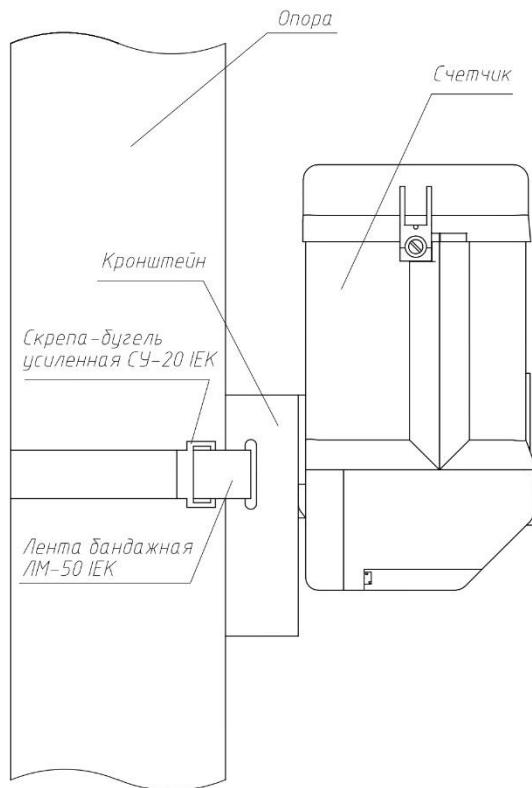

Рисунок 3 – Установка счётчика на опору
5) Предусмотреть запас проводов СИП (вход/выход на счетчике) длиной (100 – 150) мм для дальнейшего обслуживания счетчика (протяжка винтов и т.д.). Обязательно зафиксировать провода СИП атмосферостойким хомутом перед счетчиком вдоль опоры ВЛ-0,4 кВ (рисунок 3).
6) Провода СИП подключить к линии ВЛ-0,4 кВ с помощью прокалывающих зажимов (проколов). Скрутка проводов строго запрещена! Обязательно место контакта зачистить от пыли, пленок, окислов и смазать токопроводящей кварце-вазелиновой пастой (например, ПКВ). Обязательно зафиксировать провод СИП атмосферостойким хомутом, например, IEK XC-180 (UHH21-D6-180-100), перед зажимом вдоль линии ВЛ-0,4 кВ (рисунок 3).